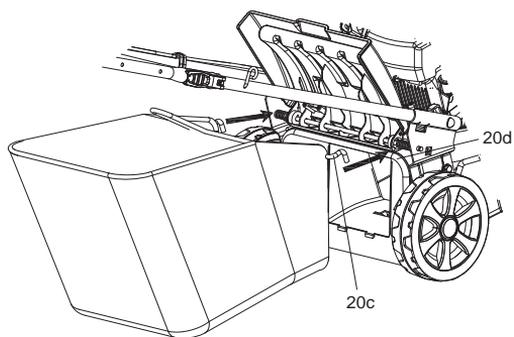

Fig. 5
- Ouvrez la protection de déflecteur et maintenez-la en position ouverte. Accrochez le bac de ramassage d'herbe à la tige (Fig. 5).